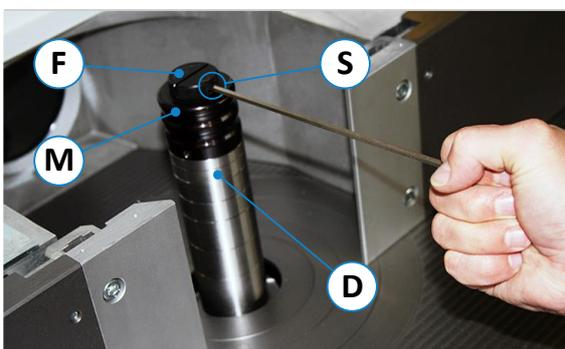

Abbildung 18: Fräsdorn mit Schnellspanvorrichtung
- Die Frässpindel von Hand so drehen, dass die Spannschraube (S) zugänglich ist (siehe ⇒ Abbildung 18).
- Not-Aus Taster (4) betätigen und verriegelt lassen.